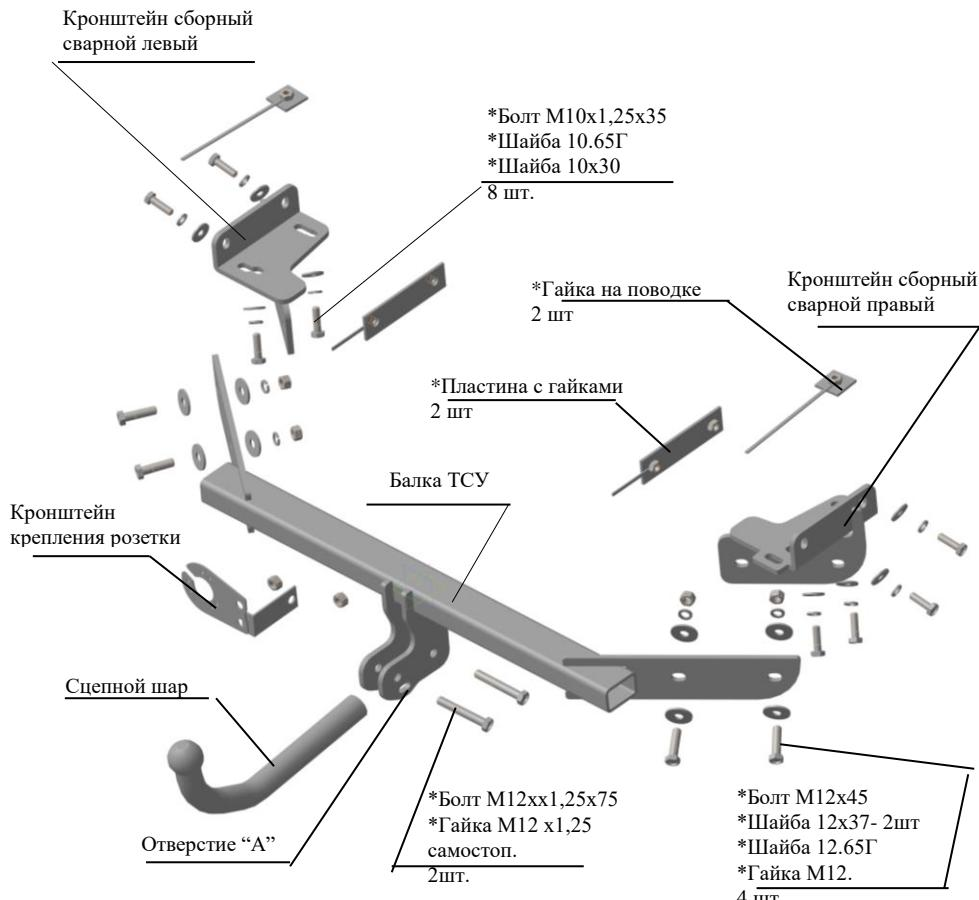

Рис.1 Тягово-сцепное устройство ТСУ 7251.
2.1 ТСУ 7251 в сборе (рис.1)	1 шт.
2.2. Пакет комплектующих (рис.1) Паспорт (руководство по эксплуатации)	1 шт.
4.3 Закрепить сборный сварной левый кронштейн ТСУ к нижней и внешней полке лонжерона четырьмя болтами M10x1,25x35, используя гайки штатные вварные и подложив под головки болтов шайбы 10.65Г и шайбы 10x30 (соответственно рис.1). Крепеж не затягивать.
полках лонжеронов под болты M10x35 и для крепления кронштейнов к переднему отверстию в нижних полках лонжеронов - использовать гайки на поводке, к боковым полкам лонжеронов - пластины с гайками, к заднему отверстию в нижних полках – гайки M10 и болты M10x35 (на рис.1 не показано), подложив под головки болтов шайбы 10.65Г и шайбы 10x30 . Крепеж не затягивать.
4.4 Закрепить сборный сварной правый кронштейн ТСУ аналогично левому, соответственно рис.1. Крепеж не затягивать
4.5 Закрепить балку ТСУ к внешним сторонам сборных сварных кронштейнов за нижние отверстия болтами M12x45 и гайками M12 (соответственно рис.1), подложив под головки болтов шайбы 12x37, а под гайки - шайбы 12.65Г и шайбы 12x37. Крепеж не затягивать.